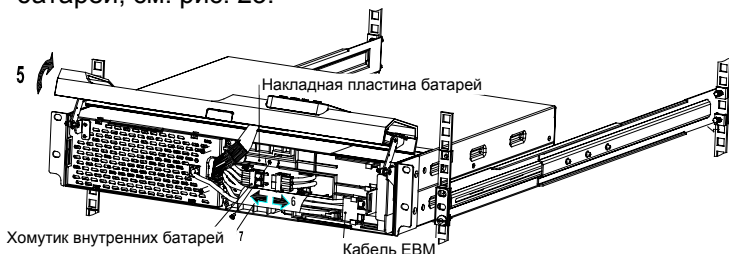

Рис. 23. Отсоединение внутренних батарей ИБП; снятие накладной пластины батарей
6. Отсоедините разъем внутренних батарей и разъем EBM (батарейный модуль расширения). Если кабель EBM не подсоединен к разъему EBM, то освободите кабель EBM и переместите его далеко влево, см. рис. 23.
7. Снимите и сохраните два винта накладной пластины батарей, см. рис. 23.
8. Возьмитесь за край накладной пластины батарей и осторожно сместите ее. Снимите и сохраните накладную пластину батарей. На рис. 23 показано место расположения этой пластины.
Если кабель EBM не подсоединен к разъему EBM, то поместите кабель EBM обратно в его держатель на накладной пластине батарей. См. рис. 23.